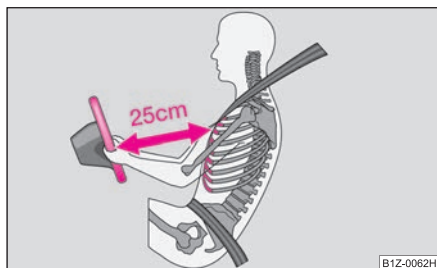

Fig. 90 Bonne distance
- Le conducteur doit être au minimum à 25 cm du volant ⇒ fig. 90. Les airbags ne peuvent pas vous protéger si vous en êtes plus près - danger mortel!